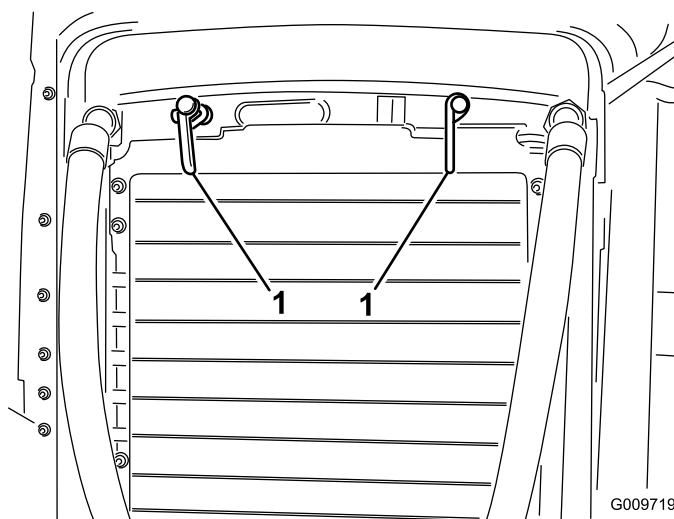

Figure 46
2. Tournez les verrous (Figure 46) qui fixent le refroidisseur d'huile au châssis.